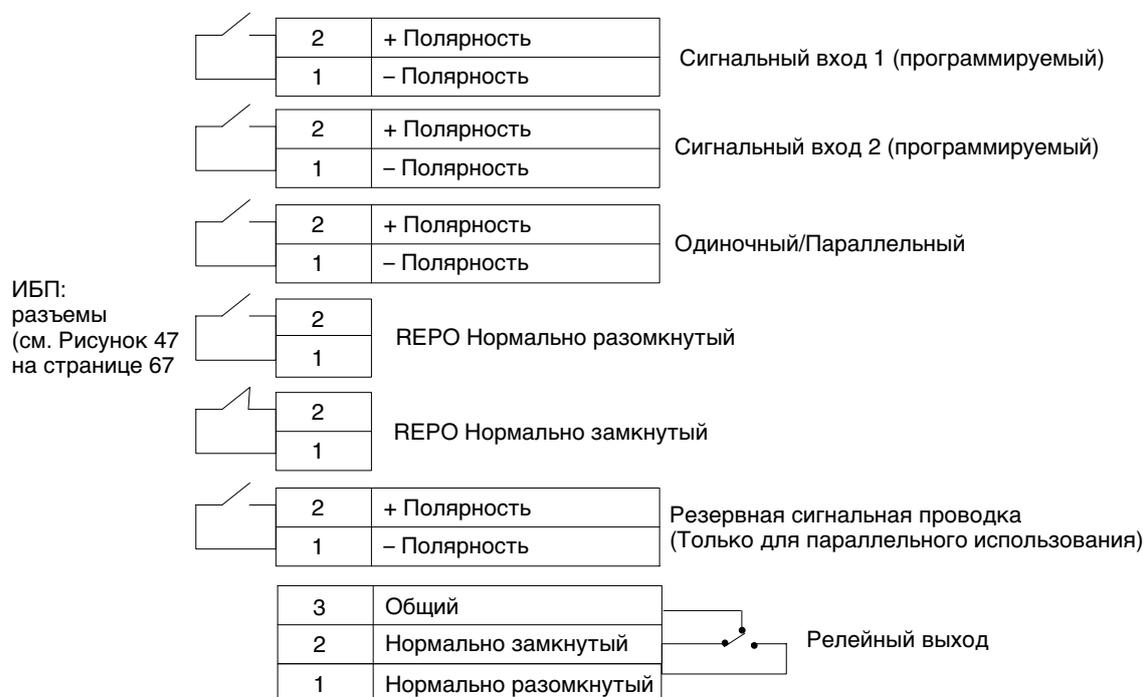

Рисунок 51. Внешние соединения клемм управления
**ПРИМЕЧАНИЕ.** Для определения полярности см. Рисунок 51 на странице 71 полярности и проверяйте эти соединения, если необходимо управление с помощью полупроводниковых устройств.